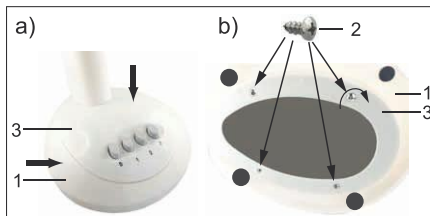

Fig. 1: Montage Basis
1. Stecken Sie den Sockel (3) mit dem Motorblock und den Drucktasten zur Geschwindigkeitseinstellung des Gebläses in die Basis (1), Abb. 1, a).